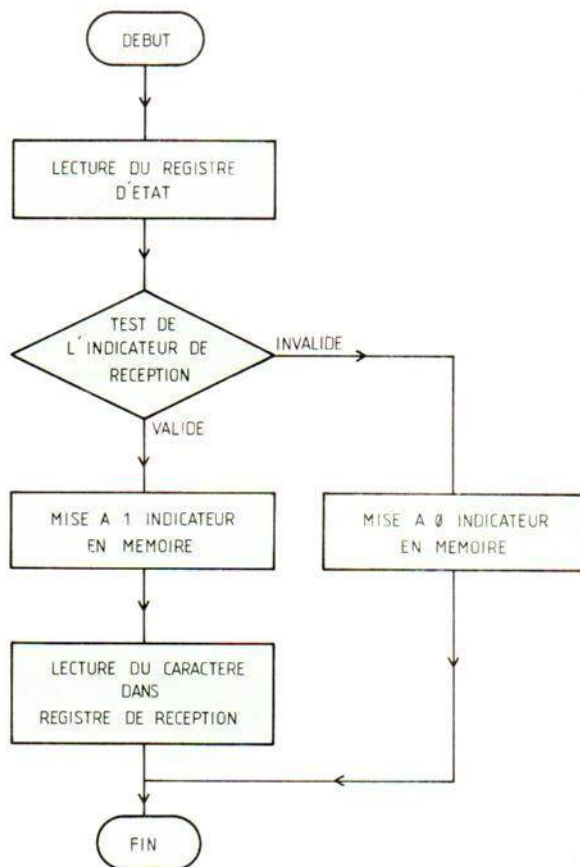

Fig. 7. — Organigramme d'un sous-programme standard de réception de caractères.
Le troisième sous-programme, celui de réception de caractères, est tout aussi simple et peut être symbolisé par l'organigramme de la figure 7 car, ici encore, les UART programmables disposent tous d'un bit dans un registre qui indique si un caractère a été reçu ou non.
– Figure 7 : la résistance de base du BF200 est de 27 k $\Omega$  et non de 27  $\Omega$ .
A noter que les points de soudure des fils de liaison restent accessibles pour changement. Nous conseillons d'inverser le sens de pose de la résistance  $R_4$  et de souder le fil **a** sur le fil vertical de cette résistance et non à la pastille prévue à cet effet. Le fil **d** est soudé sur le plan de masse. Pour en terminer avec les modifications apportées au montage initial, signalons une réalisation différente des pattes de fixation de la platine F1, la méthode préconisée (fig. 15, page 110, n° 1733) s'étant avérée fragile : les soudures cassent lors de l'enfoncement « musclé » des connecteurs de voies. Nous avons donc modifié cela suivant la figure 7. Le repli à 90° est supprimé et remplacé par un picot dégagé à la lime douce. Ce picot traverse le CI, est rabattu au verso. Souder au recto, des deux côtés de la lamelle et au verso. La solidité est alors à l'épreuve des plus brutaux !